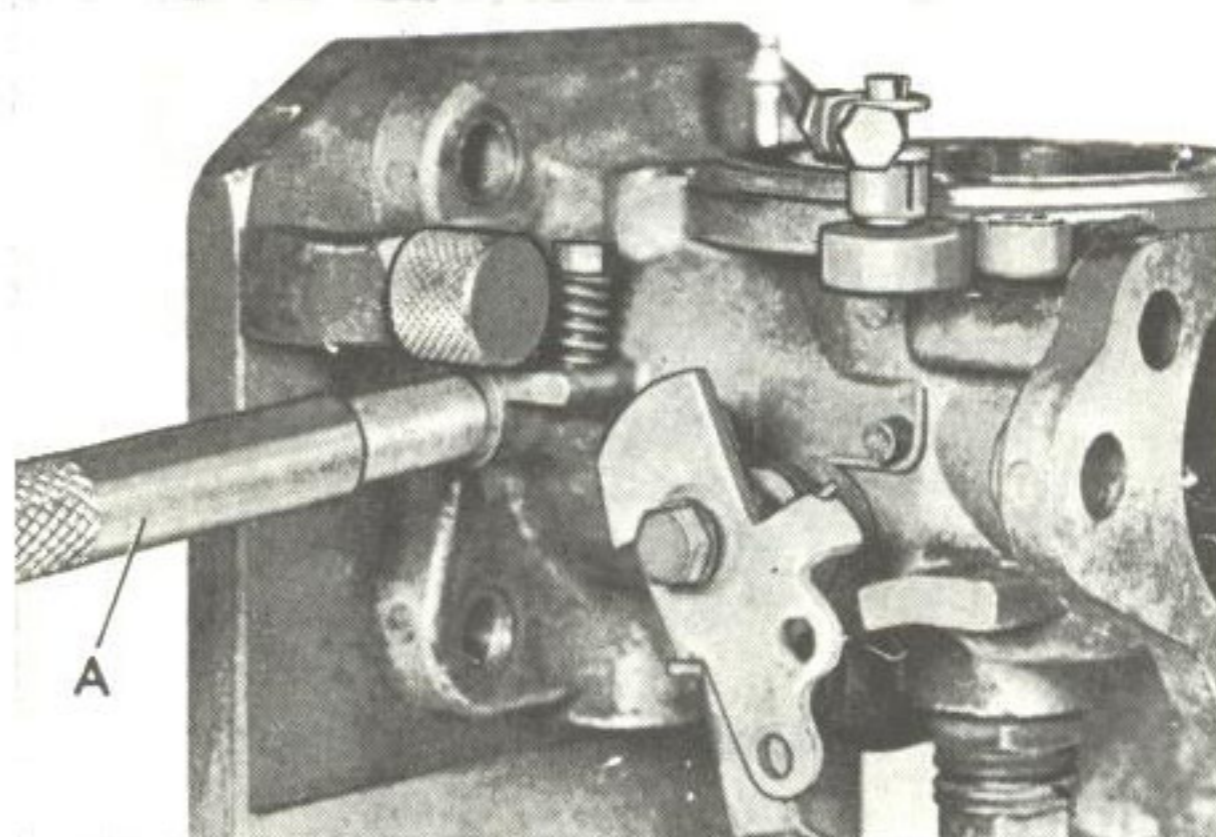

Bild 109. Ipressning av bussning
4. Efter slutförd brotskning, vrid stativets tapp 90°, så att den bildar stopp invändigt i förgasarhuset för bussningarna och driv in dessa med dorn SVO 2402, bild 109.